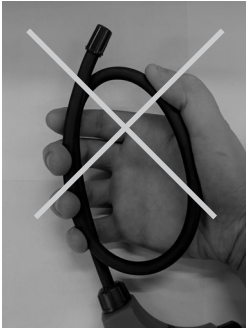

Figure 6
- b. Ne pas tenter de tordre, de plier ou d'enrouler la bobine du CMF-110/118, tel qu'illustré aux Figures 6, 7 et 8.